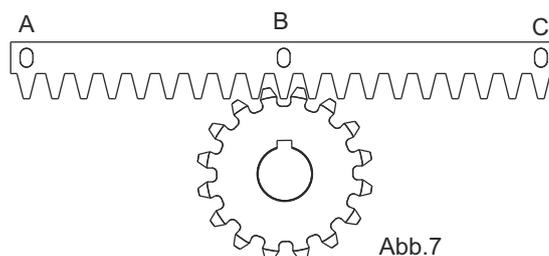

Abb.7
5.3. Das Zahnstangenelement auf das Zahnrad des Antriebs lehnen, sodass es parallel zur Bodenschiene des Tores liegt, wie in Abb. 7 positionieren und den mittleren Stift an die Torstruktur festschweißen (Abb 8).